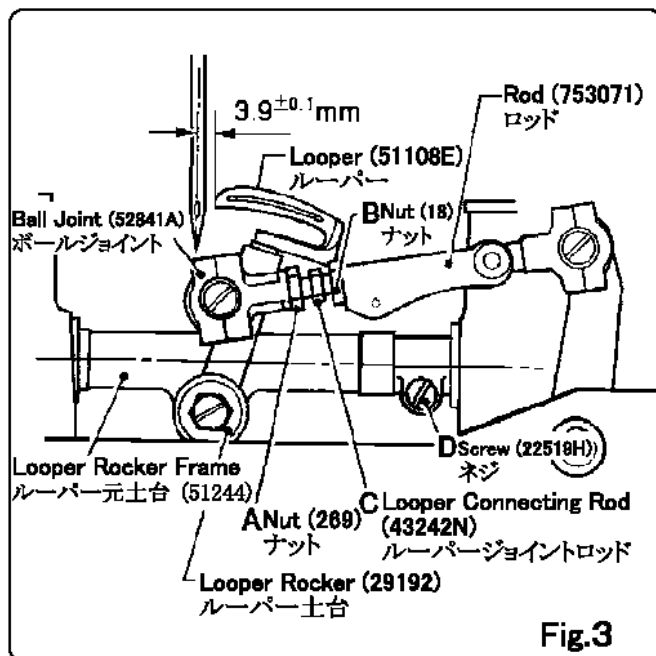

Fig.3
a) Check the distance between needle center and looper edge. (Fig.3)
a) 針とルーパの距離 (Fig.3)
Adjust the space between concave part of needle and looper to be  $A=0\sim 0.05\text{mm}$  when the looper goes forward and passes rear side of needle. To obtain the figure  $A=0\sim 0.05\text{mm}$ , first loosen the screw D of looper rocker frame shown on Fig.3 and then incline looper rocker.
ルーパース揺動アーム(51244B)のネジ(22519H)を緩めてルーパース土台(29192)を傾けて調整してください。(Fig.3)ルーパースが前進して針の後ろを通過するとき、針のえぐり部とルーパースとの間隔は  $0\sim 0.05\text{mm}$  に調節してください。(Fig.4)